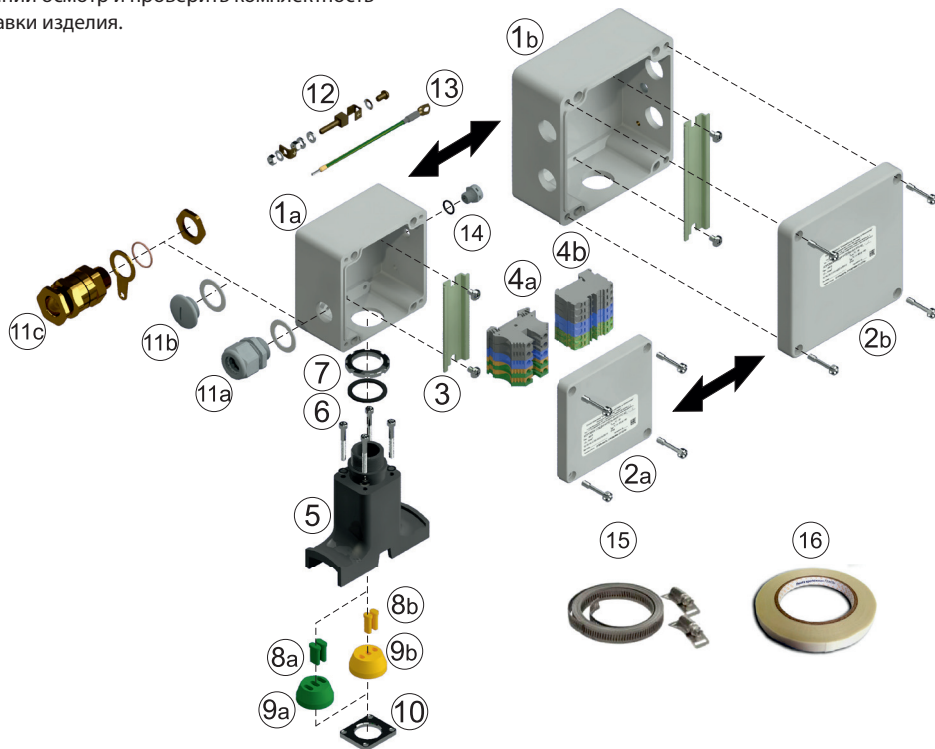

Рисунок 3.
**Шаг 3:** Сверху на нагревательные секции, собранные вместе, наденьте пластину УВК.0012 (Поз.10 на Рис. 3) таким образом, чтобы скругленные края пластины были обращены вниз.